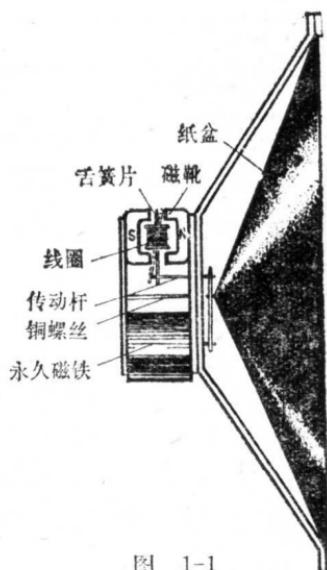

图 1-1
1. 结构与工作原理：舌簧喇叭的结构如图 1-1。在永久磁铁的两极之间，装嵌着一只线圈，在线圈中间安装铁质舌簧片，舌簧片通过一组传动杆和纸盆相连。它的工作原理如下：当音频电流通过线圈时，线圈周围产生磁场，使舌簧片磁化，若在某时刻舌簧片磁化上端为 S 极，下端为 N 极，于是舌簧片上端受磁铁作用向右偏转，下端向左偏转(图中虚线)，带动传动杆把纸盆向内拉，在另一时刻，如舌簧片上端磁化为 N 极，下端为 S 极，则又带动传动杆把纸盆向外推。因为音频电流的大小和方向是变化